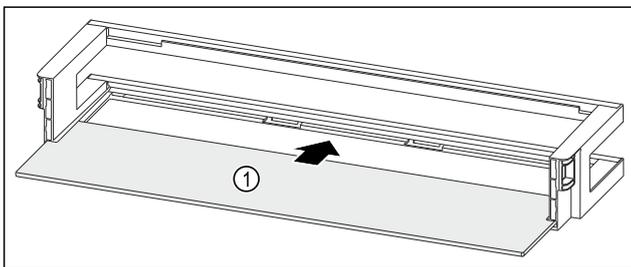

Fig. 87 Balconcino controporta con ripiano
- ▶ Inserire il ripiano Fig. 87 (1) negli incavi laterali.